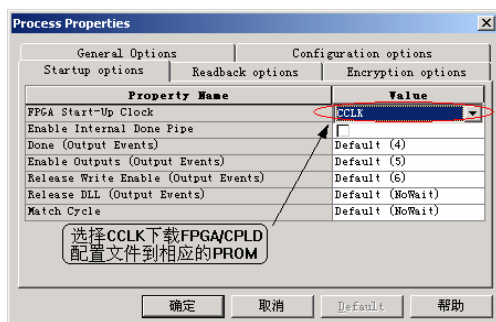

图9-87 FPGA 初始化时钟设置
- (1) 在资源管理窗选择顶层模块文件“stopwatch”，选中当前资源操作窗中的“Generate Programming File”的项目，单击工具栏中的 （Edit Process Properties）按钮设置配置文件生成属性。在配置文件生成属性中，最重要的属性之一是 FPGA 初始化时钟（FPGA Start-Up Clock）设置。如果需要下载 BIT 配置文件到 FPGA，则需选择【JTAG Clock】选项，如果需要下载到 PROM，则需选择【CCLK】选项，如图 9-87 所示。